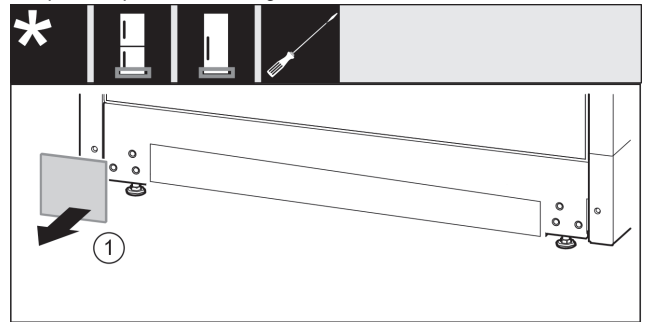

Fig. 33
- ▶ Зніміть кришку. Fig. 33 (1)